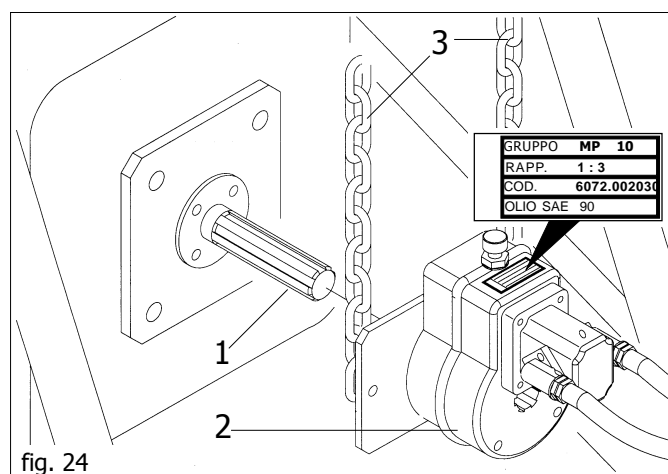

fig. 24
Die Sämaschinen werden mit einem Druck je nach der Maschinenbreite geliefert, wie in Tabelle (2) vorgegeben wird. Wenn man die Gebläseumdrehungen für die Verteilung von schwereren Samen erhöhen will, mit Vorsicht und Achtung wie folgt vorgehen (fig. 24):
- Sicherung vom Regelventil (1) lockern;
- Regelventil (2) im Uhrzeiger- oder Gegensinn drehen um den Druck zu senken oder zu erhöhen und daher die Gebläseumdrehungen zu ändern.
Die Zapfwelle des Schleppers reinigen und schmieren (1 Abb. 24). Den Übersetzer (2 Abb. 24) wie auf Abbildung 24 dargestellt an die Zapfwelle des Schleppers ankuppeln. Kontrollieren, daß er korrekt angekuppelt wurde und die Drehung des Übersetzers
mit den mitgelieferten Ketten blockieren (3 Abb. 24).